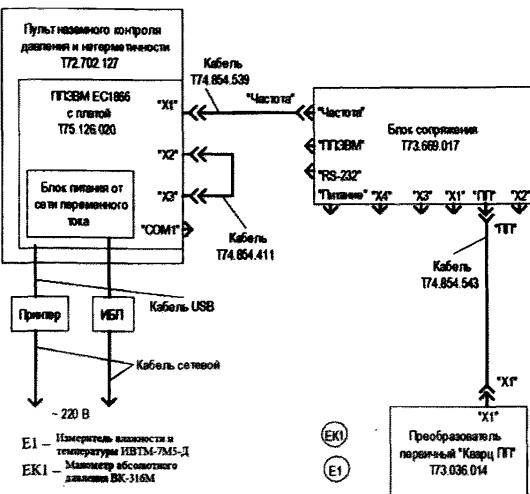

Рисунок 1 - Схема проверки.
С помощью манометра абсолютного давления ВК-316М (ЕК1, см. рисунок 1) и измерителя влажности и температуры ИВТМ-7М5-Д (Е1, см. рисунок 1) измерить значения давления и температуры в месте расположения «Кварц ГП» и записать их для дальнейшего использования.
8.2.7 С помощью манометра абсолютного давления ВК-316М (ЕК1, см. рисунок 1) и измерителя влажности и температуры ИВТМ-7М5-Д (Е1, см. рисунок 1) измерить значения давления и температуры в месте расположения «Кварц ПП» и записать их. По записанным
8.2.11 Работоспособность «Кварц ПП» проверять, измеряя давление и температуру в месте расположения «Кварц ПП» с помощью манометра абсолютного давления и лабораторного термометра в соответствии со схемой проверки (см. рисунок 1).